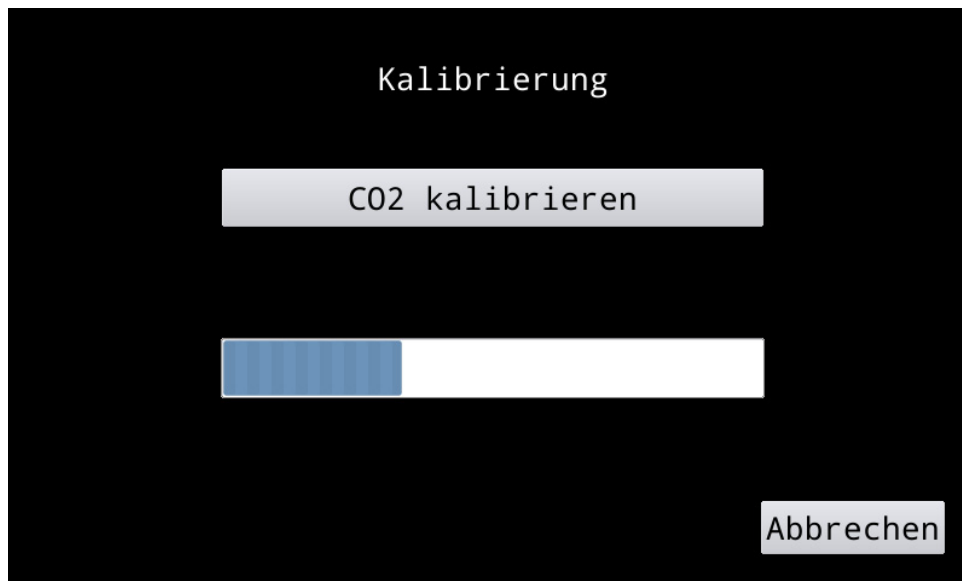

Abbildung 12. Kalibrierungsanzeige
4. **Kalibrierung** drücken. Die Kalibrierungsanzeige (Abbildung 12) wird angezeigt.